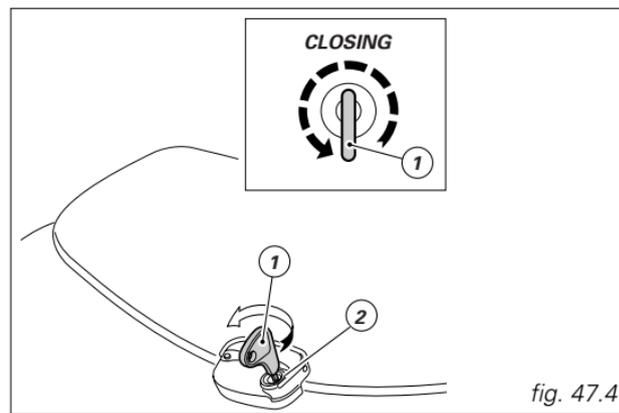

fig. 47.4
**Closing the bags** (fig. 47.4)